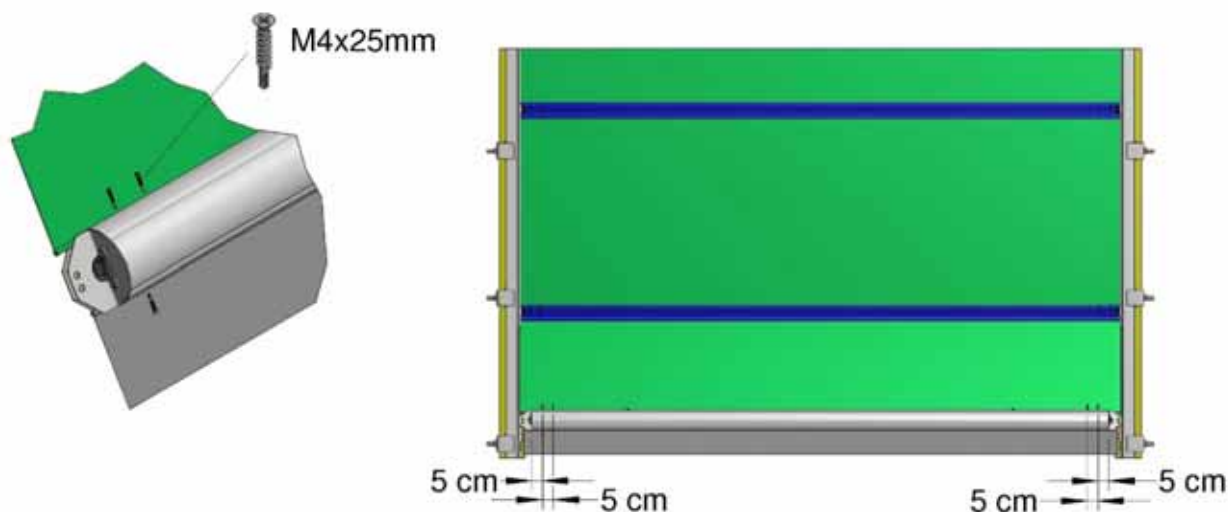

Abbildung 23: Spannen des unteren Segments
24. Justieren Sie das untere Rohr am unteren Segment mittig, spannen es seitlich und fixieren es mit Senkschrauben vom Typ M4 x 25 mm, wie in der Abbildung 23 dargestellt (die erste Schraube muss 5 cm vom Ende des unteren Rohrs entfernt sein). Wiederholen Sie den Vorgang mit der unteren Lasche (S1).